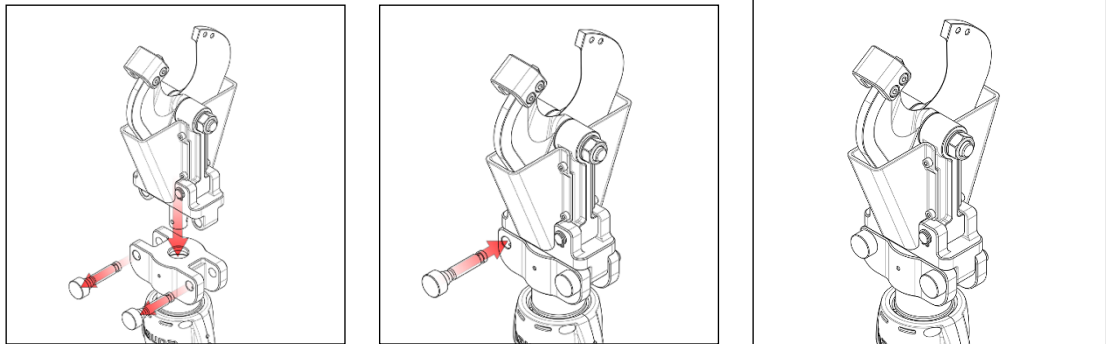

Bild 9: Einsetzen des Schneidkopfes (Art. 216762)
Schneidkopf (Art. 216762) einsetzen, siehe Bild 9 unten:
- Die beiden Stifte am Aufnahmeadapter ziehen und den Schneidkopf (Art. 216762) einfügen, siehe Bild 9 unten: